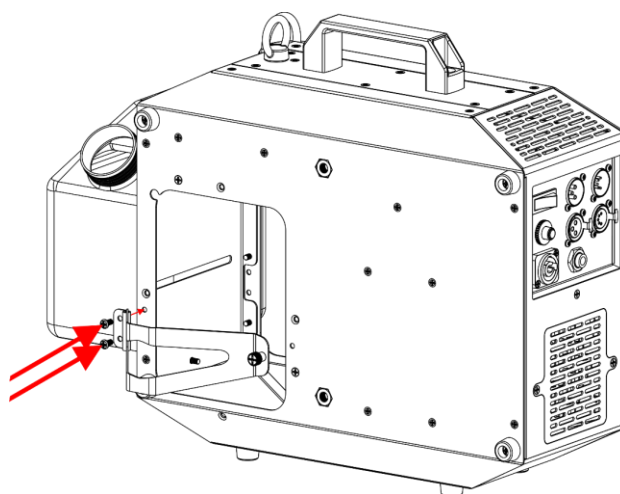

Fig. 15
10) Vissez les 2 vis du support à l'arrière et installez le **support pour le réservoir de liquide (03)**, comme indiqué sur la Fig. 15.